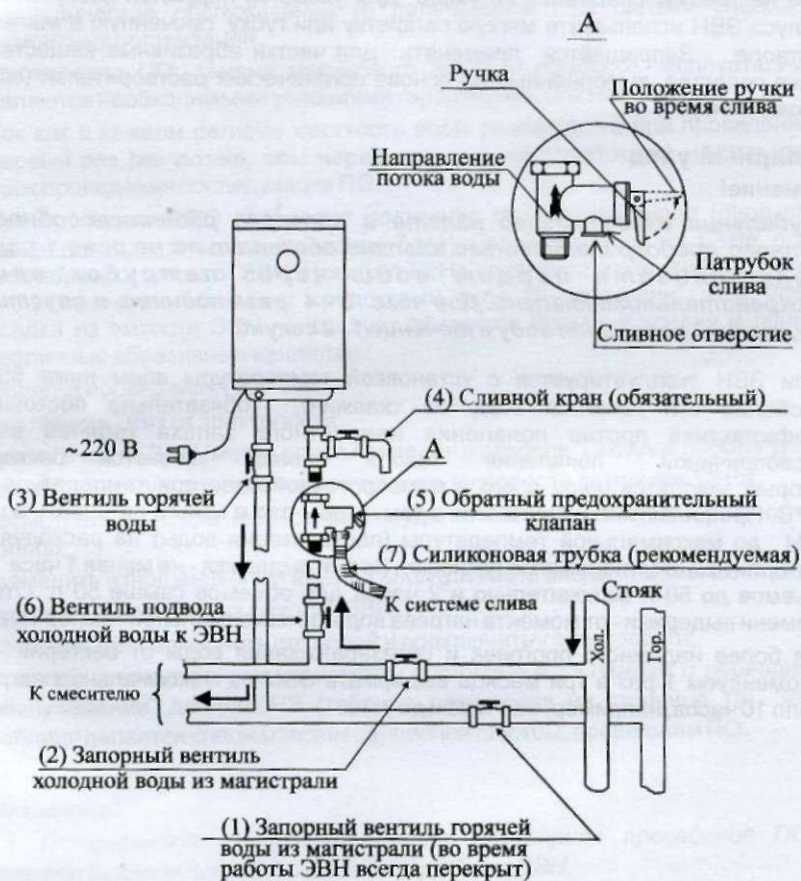

Рисунок 5 - Схема подключения к водопроводной сети
- Заполните ЭВН водой. Для этого перекройте запорный вентиль горячей воды из магистрали (1), закройте сливной кран (4), откройте запорный вентиль холодной воды из магистрали (2), вентиль подвода холодной воды к ЭВН (6), вентиль горячей воды (3) и кран горячей воды на смесителе. ЭВН заполнен, когда из крана горячей воды на смесителе начнет вытекать, с полным напором, вода. Закрыть кран горячей воды на смесителе (см. рисунок 5).
- При необходимости полного слива воды из ЭВН (например, при профилактике) надо отключить его от электрической сети, перекрыть вентиль подвода холодной воды к ЭВН (6), вентиль горячей воды (3) должен быть открытым, открыть кран горячей воды на смесителе и сливной кран (4), через который и слить воду (см. рисунок 5).